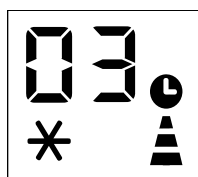

Abb. 3
- Drücken Sie die Taste 🕒 Der Bildschirm zeigt 1-24 Stunden an, und die Symbol ★ symbol △ symbol und ● blinken gemeinsam. (Abb. 3)